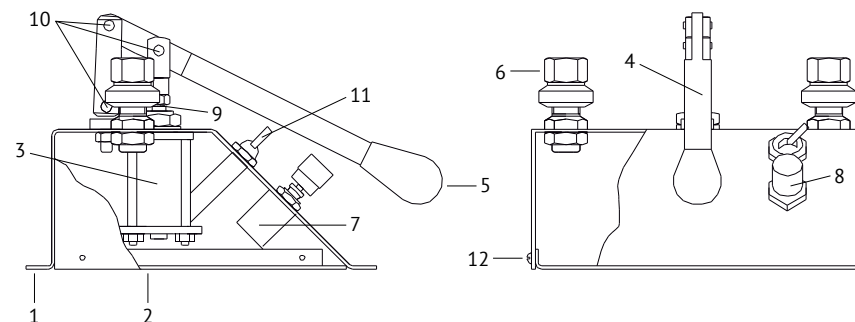

Рис. 1. Пневматическое устройство для сравнительной калибровки:
4.1 Внешний вид устройства показан на Рис. 1.
8.2 При ежедневном техническом обслуживании производят внешний осмотр, очищают от загрязнений и пыли сухой чистой ветошью. Проверяют наличие смазки на поверхности *штока 9* (Рис. 1) и в *шарнирных соединениях 10*. При её отсутствии или недостаточном количестве произвести смазывание *соединений 10* консистентной смазкой ЛИТОЛ — 24 ГОСТ 21150-87, а поверхность *штока 9* консистентной силиконовой смазкой (не аэрозоль).
8.3.2 Открутите *винты 12* (Рис. 1) и снимите *нижнюю крышку 2*;